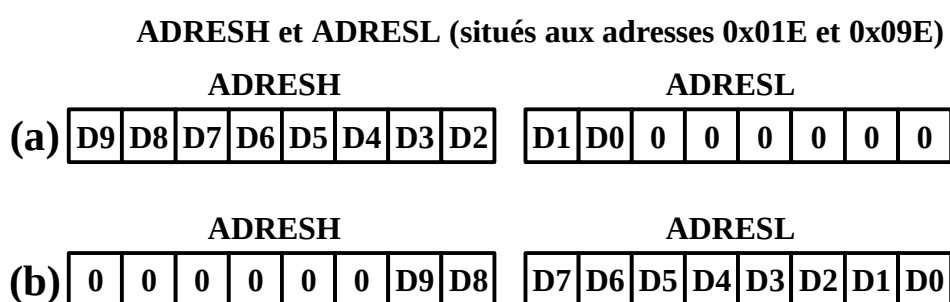

Figure VIII.61.
Il existe deux formats pour stocker les 10 bits D9 à D0 du résultat, formats qui sont résumés sur la figure VIII.61.
- la justification à **gauche** (**ADFM=0** et figure VIII.61.a.) : les 10 bits du résultat sont « rangés » dans **ADRESH/ADRESL**, en se « calant » à partir de la gauche de **ADRESH**. Du coup, les 6 bits de poids **faibles** de **ADRESL** ne sont pas significatifs (ils sont mis à 0 par le CAN).
- la justification à **droite** (**ADFM=1** et figure VIII.61.b) : les 10 bits du résultat sont « rangés » dans **ADRESH/ADRESL**, en se « calant » à partir de la droite de **ADRESL**. Les 6 bits de poids **forts** de **ADRESH** sont mis à 0 par le CAN.